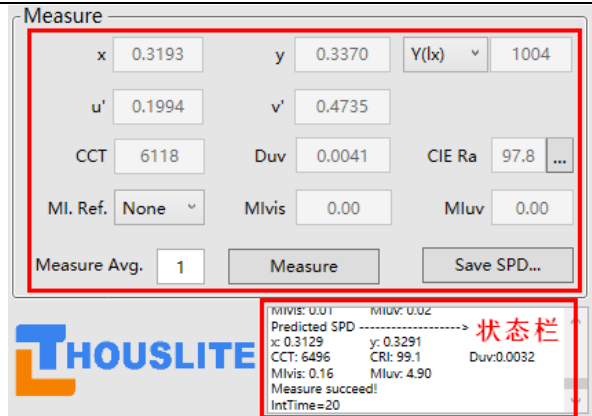

图 6.3. 第一次测量结果
- 7) 点击 *Measure*，测量结果见图 6.3，色温为 6118K，显色指数 97.8，与状态栏中的预测值差异较大；